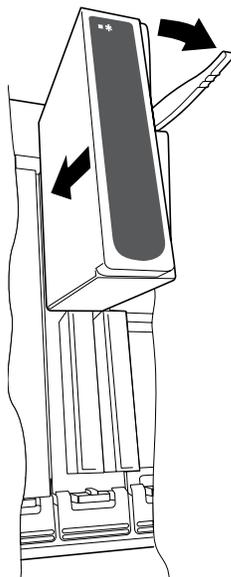

Abbildung 2.2.3 Installation eines Moduls
1. Ziehen Sie den Modul Haltehebel nach vorne in die geöffnete Position (Abbildung 2.2.3).
1. Ziehen Sie den Modul Haltehebel in die geöffnete Position (Abbildung 2.2.3).